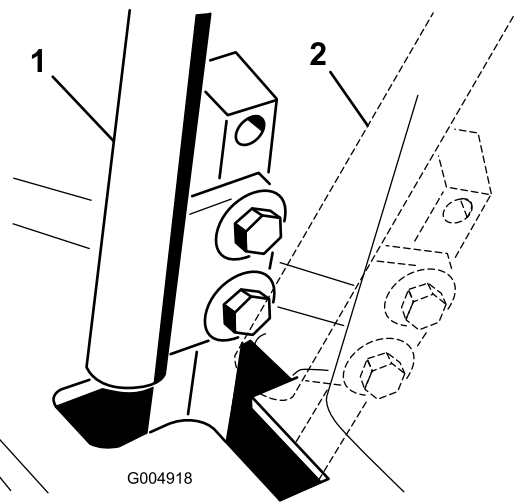

図 51
4. コントロールレバーをニュートラル位置にするロック位置にはしない 図 51。
6. コントロールレバーと、コンソールのノッチとの位置関係を見る 図 51。